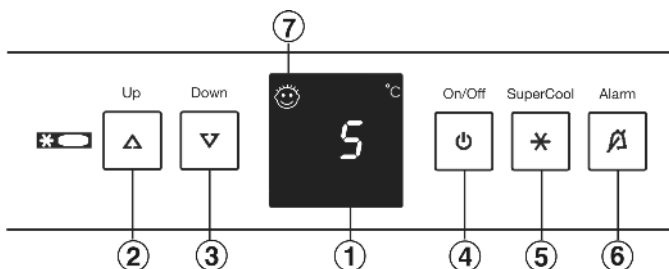

Fig. 2
- Appuyer sur la touche On/Off Fig. 2 (4).
- Activer le mode de réglage : appuyer env. 5 s. sur la touche SuperCool Fig. 2 (5).
- A l'aide de la touche de réglage Up Fig. 2 (2) et touche de réglage Down Fig. 2 (3), sélectionner h.
- Confirmer : appuyer brièvement sur la touche SuperCool Fig. 2 (5).
- Régler l'affichage plus clair : appuyer sur la touche de réglage Up Fig. 2 (2).
- Régler l'affichage plus foncé : appuyer sur la touche de réglage Down Fig. 2 (3).
- Confirmer : appuyer sur la touche SuperCool Fig. 2 (5).
- Désactiver le mode de réglage : appuyer sur la touche On/Off Fig. 2 (4).